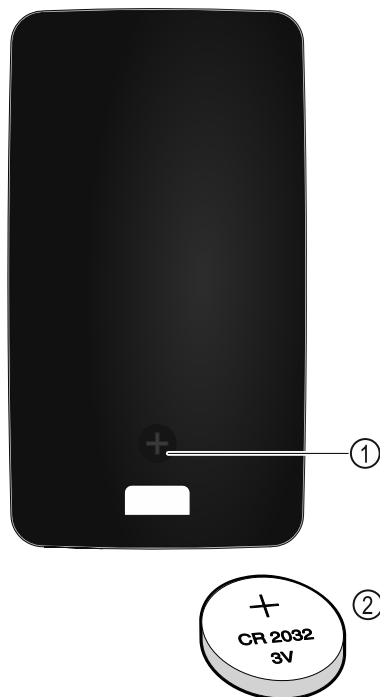

Fig. 255
Pilot jest zasilany baterią typu CR 2032 3 V Fig. 255 (2), dostępną w wyspecjalizowanych sklepach.
- ▶ Wykręcić śrubę Fig. 255 (1) z tyłu pilota.